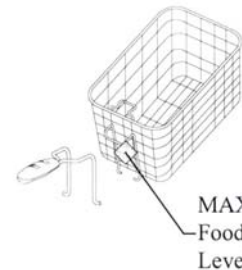

Fig. 1
- Use basket handle to remove the frying basket. Always make sure the basket handle is securely attached to the basket. To attach the handle to the frying basket, insert the metal part of the handle inside the metal bracket on the frying basket. (Fig. 1)
- Utiliser la poignée du panier pour retirer le panier de friture. Toujours s'assurer que la poignée du panier est solidement fixée sur le panier. Pour attacher la poignée sur le panier, insérer la partie métallique de la poignée à l'intérieur du support métallique sur le panier de friture. (Fig. 1)